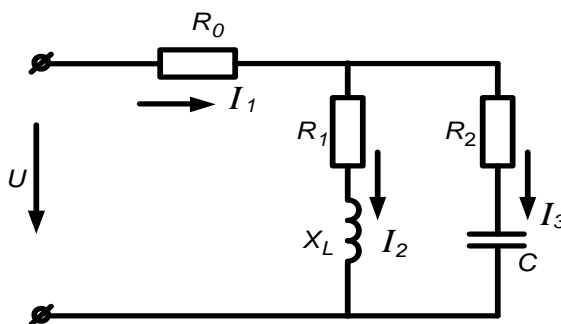

Рисунок 57
**Задача 56.** К зажимам цепи (рис. 57) подведено синусоидальное напряжение, действующее значение которого  $U=100\text{В}$ . Сопротивления  $R_0=1\text{Ом}$ ,  $R_1=3\text{Ом}$ ,  $R_2=1\text{Ом}$ ,  $Z_k=4\text{Ом}$ . Частота  $f=50\text{Гц}$ . Определить емкость  $C$  конденсатора, при которой в цепи наступит режим резонанса токов, значения токов  $I_1, I_2, I_3$  при наступлении резонанса. Построить векторную диаграмму напряжений и показать на ней векторы токов для режима резонанса.